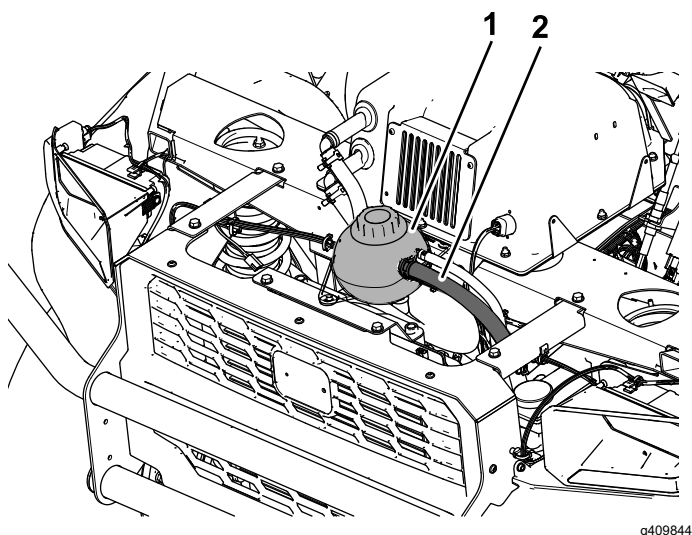

Figura 28
5. Scollegate il flessibile del refrigerante esistente dalla parte laterale del serbatoio del refrigerante () e accorciate il flessibile di 23 cm Figura 28. Tenete da parte il morsetto a fascia.